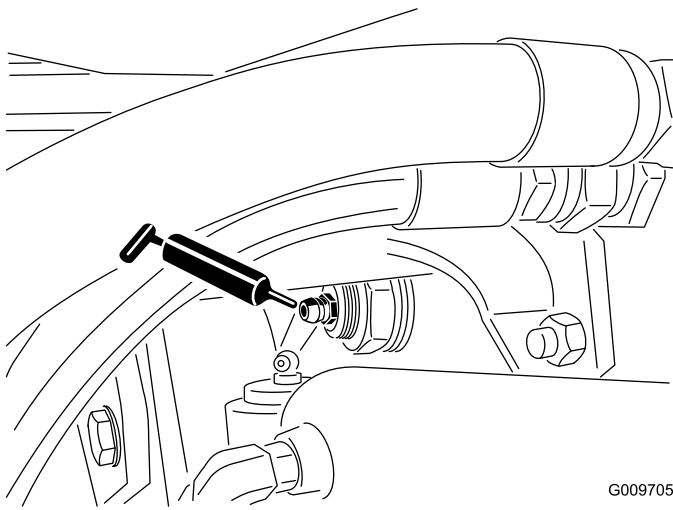

Figura 50
- Boccole orientabili (2) del ponte posteriore (Figura 50)